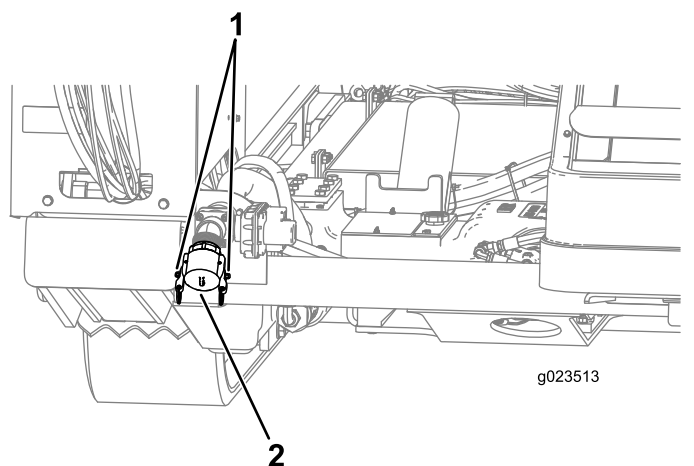

Рисунок 48
1. Поднимите рычаги с кулачковыми зажимами на впускной крышке насоса и снимите крышку (Рисунок 48).